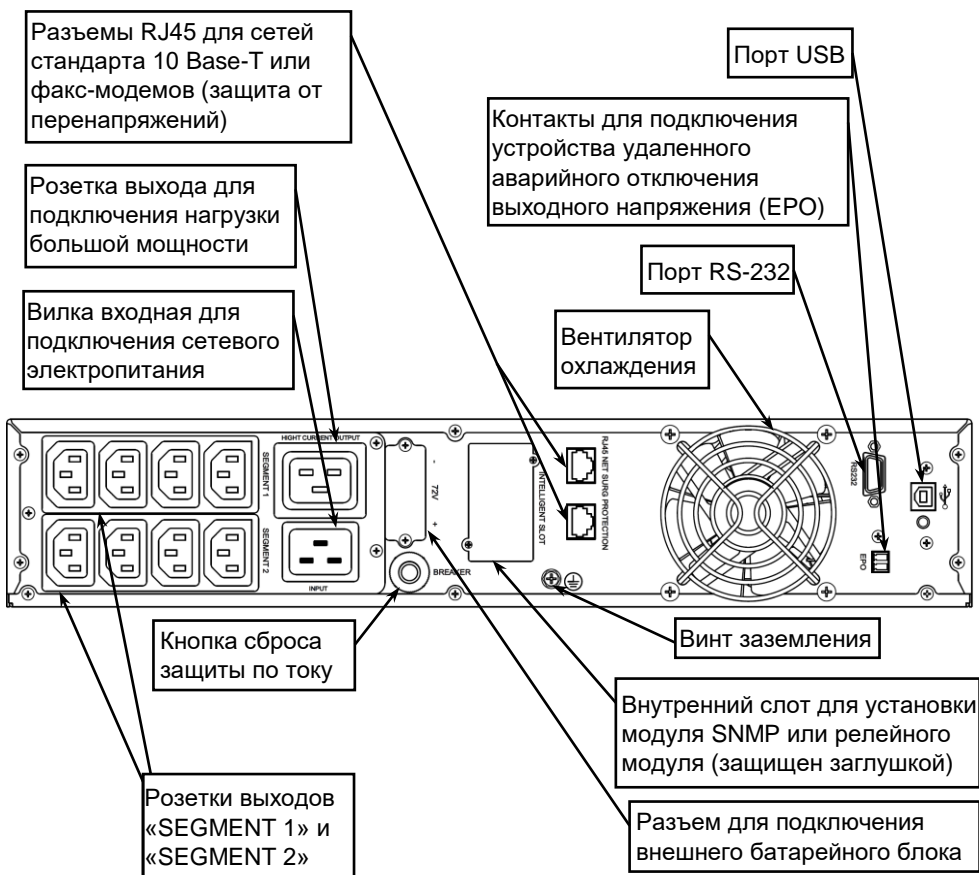

Рисунок 2 – Общий вид задней панели изделия.
На задней панели изделия расположены: входной и выходные разъемы, кнопка сброса срабатывания защиты по току (срабатывание защиты происходит при превышении уровня входного тока выше допустимого), вентилятор охлаждения, слот для SNMP-модуля или релейного модуля и разъемы коммутационных портов (см. рисунок 2).
Разместите изделие в шкафу и закрепите его на передних стойках. Соедините винт заземления изделия (см. рисунок 2) с контуром заземления телекоммуникационного шкафа перемычкой заземления (в комплект поставки не входит).
- Подключите к выходным розеткам изделия кабели питания нагрузок (см. рисунок 2).
Изделие оснащено интеллектуальным слотом (см. рисунок 2), предназначенным для установки модуля SNMP или реле. При установке модуля SNMP или релейного модуля в изделие, модуль обеспечивает расширенные возможности связи и мониторинга.